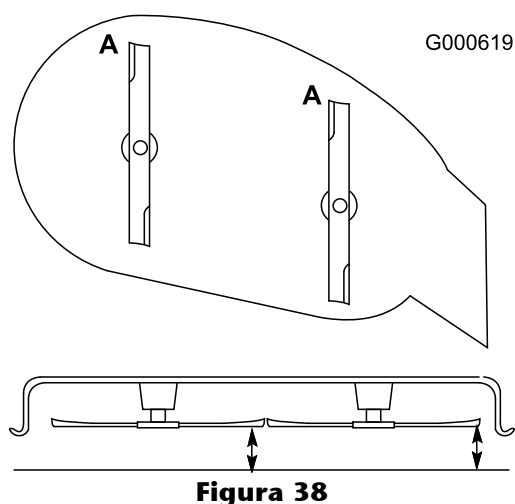

Figura 38
1. Gire las cuchillas hasta que los extremos estén orientados hacia adelante y hacia atrás (Figura 38). Mida desde una superficie nivelada hasta el filo de corte, posición **A**, de las cuchillas (Figura 38). Anote esta dimensión.